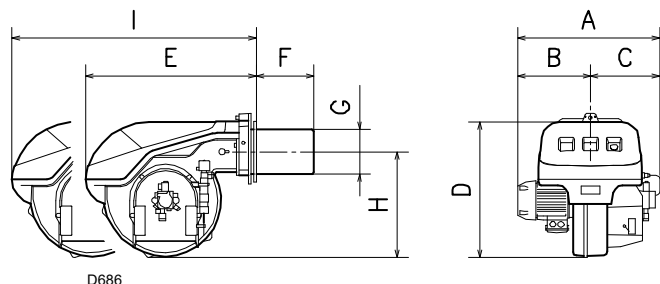

Рис. 2
4.3.2 Габариты (Рис. 2) - ориентировочные величины
Габаритные размеры горелки приведены на Рис. 2.